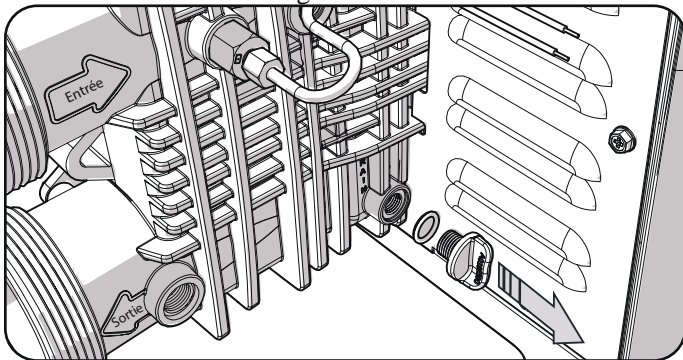

Figure 2. Purger le collecteur
- (Étape optionnelle) Il est possible de purger l'eau du réchauffeur en retirant la vis à serrage à main du collecteur. Voir Figure 2.